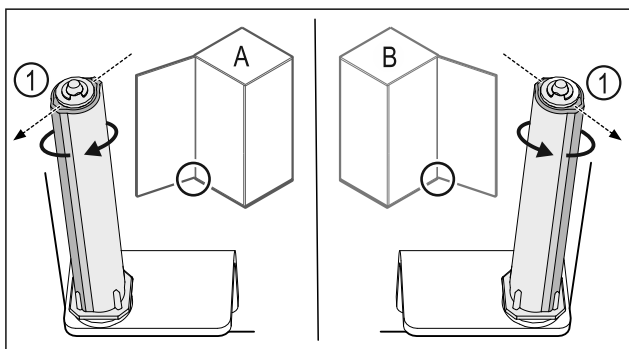

Fig. 23 Lewy ogranicznik (A) / prawy ogranicznik (B)
- Przekręcić system blokujący w kierunku przeciwnym do oporu, aż pręt systemu blokującego Fig. 23 (1) będzie skierowany na zewnątrz.